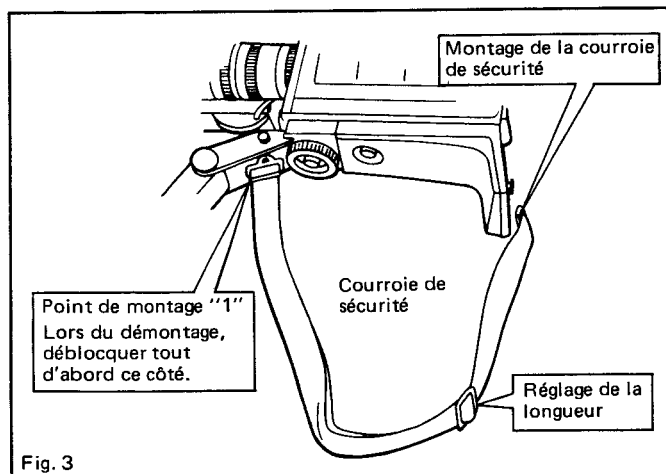

Fig. 3
4. Installer la courroie de sécurité comme il est indiqué dans la Fig. 3 et régler la longueur de manière à stabiliser la caméra.